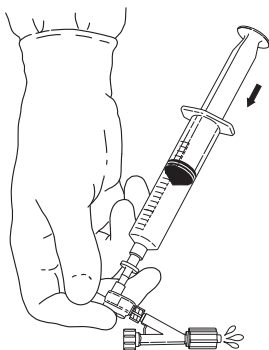

Fig. 3
5. Tøm den resterende luft ved at anbringe tommelfingeren over injektionsporten. Skyl langsomt de resterende luftbobler ud af dobbeltcheckventilen og Tuohy-Borst adapteren. (Fig. 3)